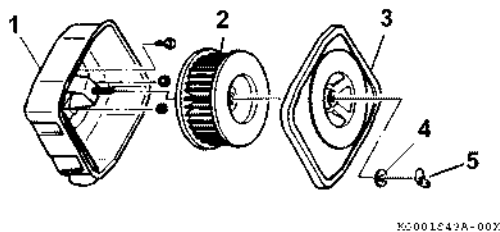

Рис. 69
1. Открутите гайку-барашек (Рис. 69, (5)) и снимите прокладку (Рис. 69, (4)).
2. Снимите крышку воздушного фильтра (Рис. 69, (3)).
3. Выньте фильтрующий элемент (Рис. 69, (2)).
5. Очистите внутреннюю часть корпуса и крышку воздушного фильтра (Рис. 69, (1, 3)).
6. Установите прежний (или новый) фильтрующий элемент (Рис. 69, (2)) в корпус воздушного фильтра.